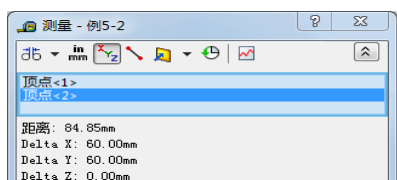

图 5-4 “测量”属性管理器
- 02 执行测量命令。在菜单栏中选择“工具”→“测量”命令，或者单击“工具”工具栏中的“测量”图标按钮，此时系统弹出如图 5-4 所示的“测量”属性管理器。